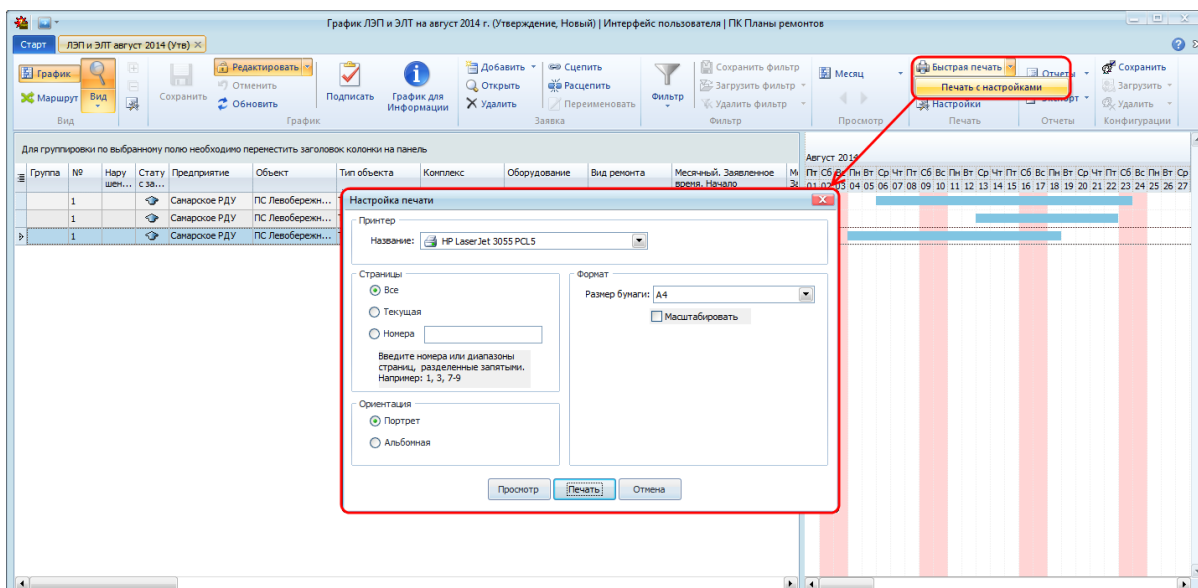

Рисунок 10.199 – Настройка параметров печати
- **«Печать с настройками»** – настройка параметров печати перед запуском печати. Данный режим вызывается выбором пункта «Печать с настройками» раскрывающегося списка по кнопке « Быстрая печать» (Рисунок 10.199).